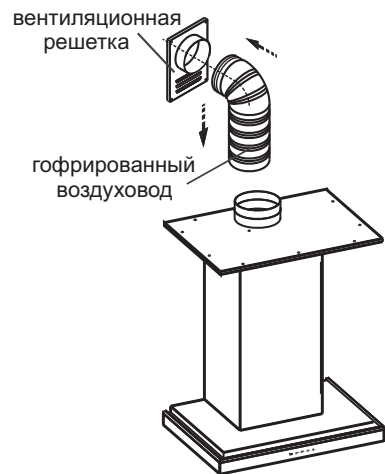

РИС. 5
6.2 При эксплуатации зонта в режиме “вытяжки”: соедините вытяжной зонт с вентиляционной решеткой полужестким гофрированным воздуховодом (рис. 5).